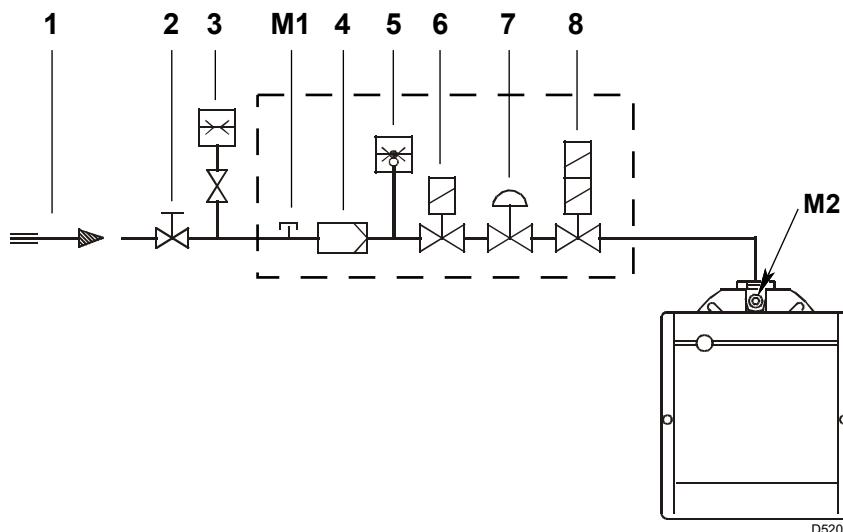

Abb. 16
#### Legende (Abb. 16)
Gasdruck, gemessen am Anschluss M2)(Abb. 16 auf Seite 19) unter folgenden Bedingungen:
- vom Gasdruck am Anschluss M2)(Abb. 16 auf Seite 19) den in der Brennkammer vorhandenen Druck abziehen.
Gasdruck am Anschluss M2)(Abb. 16) = 10 mbar
Um hingegen den am Anschluss M2)(Abb. 16 auf Seite 19) notwendigen Gasdruck zu ermitteln, nachdem die höchste Modulationsleistung festgelegt wurde, bei der Brenner arbeiten soll:
- Rechts, in Spalte 1, den Druck am Anschluss M2)(Abb. 16 auf Seite 19) ablesen.